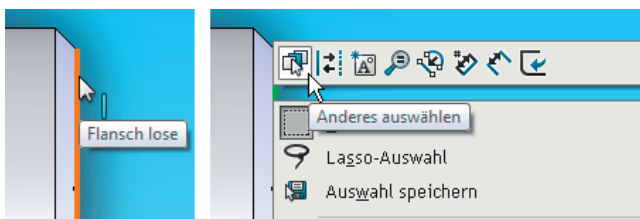

Bild 3.60: *Anderes auswählen* – erste Hilfe für die zweite Wahl
Es gibt aber noch andere Methoden, eine Auswahl zu präzisieren. Sie haben vielleicht schon die Option *Anderes auswählen* in der Kontext-Symboleiste gesehen (Bild 3.60).
- Zeigen Sie auf die übernommene Kante: Sie wird in Rot oder je nach Farbeinstellung auch Orange hervorgehoben (Bild 3.60 links).
- Führen Sie nun einen Rechtsklick über der übernommenen Kante aus. Das Kontextmenü erscheint (Bild 3.60 rechts). Wählen Sie *Anderes auswählen*.